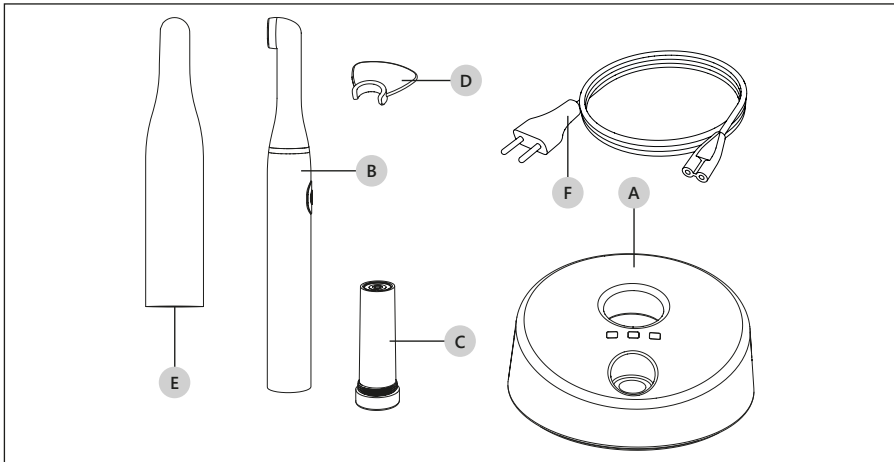
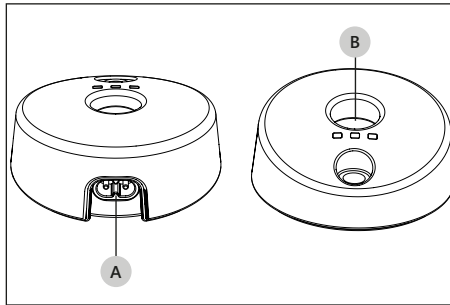

Abbildung 5 – Liste der Komponenten
Abbildung 6 – Ladestation.
**⚠️ ACHTUNG: Laden Sie die Batterie nur mit der Mectron-Ladestation auf (*Abbildung 5 auf Seite 8 - Bez. A*). Versuchen Sie nicht, mit einem allgemeinen Batterieladegerät aufzuladen. Explosions- und Brandgefahr.**
Bitte beziehen Sie sich auf Abbildung 5 auf Seite 8:
**⚠ GEFAHR:** Führen Sie keine Metallgegenstände in den Handstückhalter der Ladestation (Abbildung 6 auf Seite 10 - Bez. B) ein, wenn das Gerät eingeschaltet ist.
2. Stecken Sie das Stromversorgungskabel (Abbildung 5 auf Seite 8 - Bez. F) in den Anschluss auf der Rückseite des Geräts (Abbildung 6 auf Seite 10 - Bez. A) und dann in die Wandsteckdose. Die grüne "Power"-LED leuchtet auf (Tabelle 1 auf Seite 11 - Bez. A).
1. Das Handstück komplett mit dem Batteriemodul in den Sitz der Ladestation einsetzen (Abbildung 6 auf Seite 10- Bez. B). Die gelbe LED der Batterie leuchtet auf (Tabelle 1 auf Seite 11 - Bez. B).
1. Das Handstück in das Gehäuse der Ladestation einsetzen (Abbildung 6 auf Seite 10- Bez. B). Die gelbe LED der Batterie leuchtet auf (Tabelle 1 auf Seite 11 - Bez. B).
**ⓘ ACHTUNG:** Laden Sie die Batterie nur mit der Mectron-Ladestation auf (Abbildung 5 auf Seite 8 - Bez. A). Versuchen Sie nicht, mit einem allgemeinen Batterieladegerät aufzuladen. Explosions- und Brandgefahr.